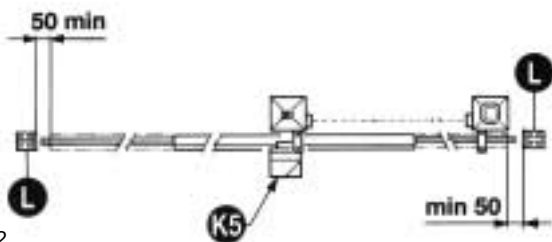
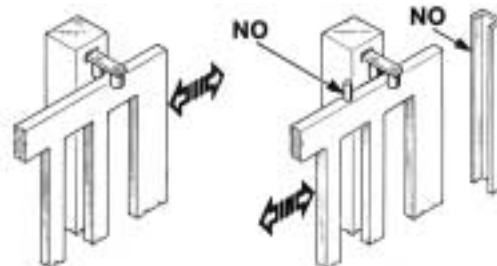

Fig. 2
Fig. 3
È necessario che la guida abbia alle sue estremità due fermi meccanici (L) (Fig. 2). Inoltre, le colonne devono avere superiormente delle guide antideragliamento (Fig. 3).
The guide needs to have two mechanical stops (L) of the type indicated at its ends (Fig. 2).
In addition, the columns must have anti-derailment guides at the top (Fig. 3).
The gate must be protected against unintentional derailment and must move without frictions. N.B. Eliminate the mechanical stops of the type indicated in Fig. 3.
Il est nécessaire que le guidage ait à ses extrémités deux arrêts mécaniques (L) du type indiqué (Fig. 2). En plus, les colonnes doivent avoir dans la partie supérieure des guidages antidéraillement.
Éliminer les arrêts mécaniques du type décrit (Fig. 3).
Die Führungsschiene muß an beiden Enden mechanische Sperrunger (L) haben, wie in der Abbildung dargestellt ist (Fig. 2). Darüberhinaus Mußen die Säulen über Entgleisungsschutzvorrichtungen verfügen (Fig. 3).